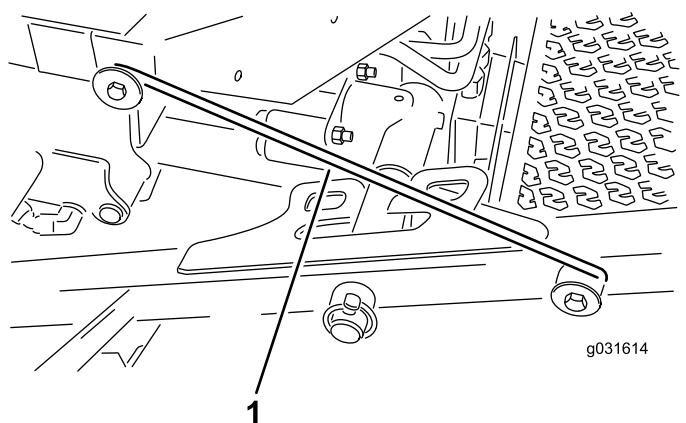

Figura 32
4. Desenganche la varilla de bloqueo del enganche del bastidor de tiro delantero (Figura 32).
5. Levante la parte exterior de las carcassas de corte delanteras y coloque la varilla sobre el perno del bastidor montado en la parte delantera de la plataforma del operador (Figura 32).